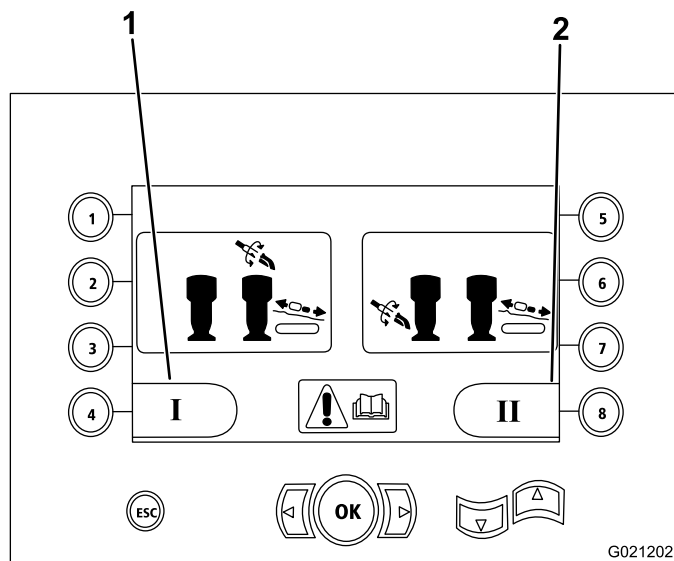

Figura 13
- Modo I – Coloca as funções de perfuração no joystick direito, enquanto o joystick esquerdo opera as funções do carregador de hastes e das chaves (Figura 13)
Pressione o botão nº 4 para selecionar esse modo (Figura 13).
- Modo II – Divide as funções de perfuração, das chaves e de carregamento entre os joysticks esquerdo e direito (Figura 13)
Pressione o botão nº 8 para selecionar esse modo (Figura 13).